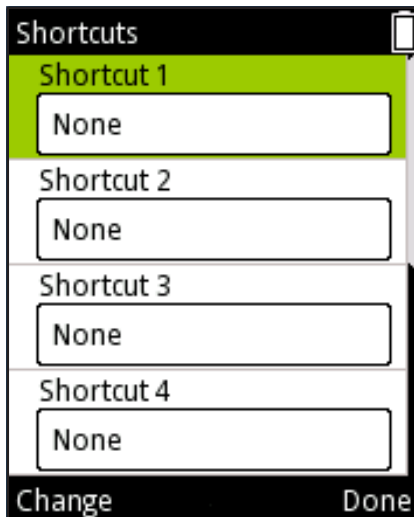

Imagen D43.
3. Aparece una lista con cuatro espacios para iconos de acceso directo (Imagen D43).